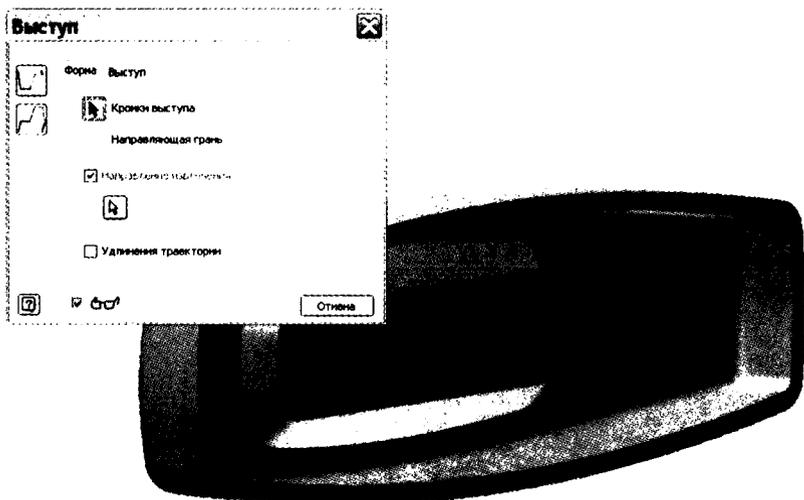

Рис. 9.5. Выбор ребер для размещения элемента Выступ
6. Когда направление выбрано, щелкните внутреннее ребро периметра для пути ребра, как показано на рис. 9.5.